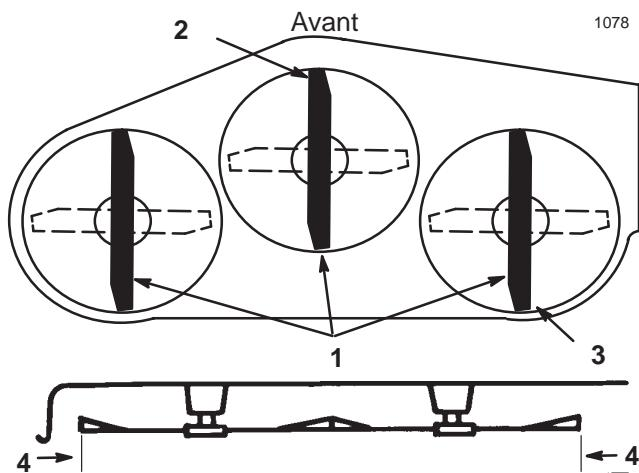

Figure 41
7. Réglez la hauteur de coupe à 76 mm (3 pouces) et tournez les lames avec précaution dans le sens longitudinal (Fig. 41).
8. Mesurez la distance entre la pointe de la lame avant (Fig. 41) et la pointe de la lame arrière par rapport à la surface plane. Si la pointe avant de la lame n'est pas de 1,6 à 7,9 mm (1/16 à 5/16 pouce) plus basse que la pointe arrière, réglez les tourillons avant.
11. Lorsque les deux tourillons sont réglés de la même manière, fixez les chapes en place à l'aide des goupilles fendues. Vérifiez de nouveau l'inclinaison avant/arrière. Poursuivez le réglage des chapes jusqu'à ce que la pointe avant de lame soit de 1,6 à 7,9 mm (1/16 à 5/16 pouce) plus bas que la pointe arrière (Fig. 41).